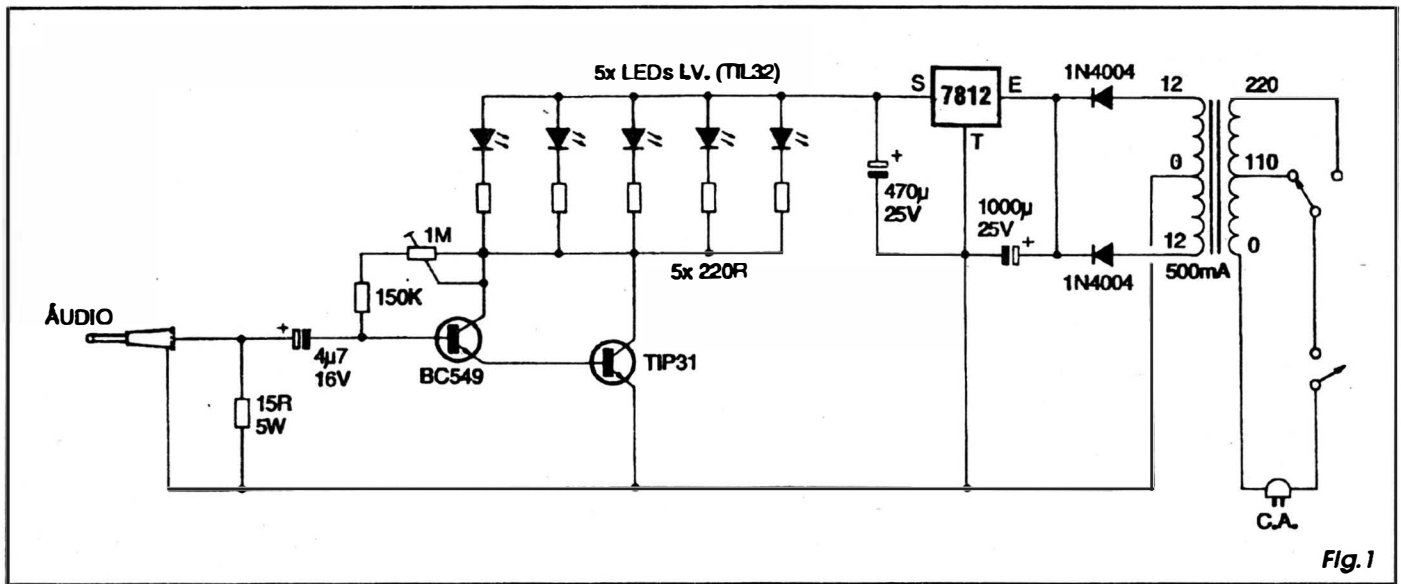

Fig.1
- FIG. 1 - DIAGRAMA ESQUEMÁTICO DO CIRCUITO (MÓDULO TRANSMISSOR) - Absoluta simplicidade em sua essência: o sinal de áudio é captado (em bom nível e baixa impedância...) diretamente da saída original para fone de ouvido do aparelho gerador (vamos manter como exemplo daqui pra frente, uma TV, combinados...?). O resistor de 15R x 5W *carrega* a saída original de som do aparelho, de modo a oferecer uma impedância simulada de alto-falante ou fones, prevenindo problemas internos ao circuito do gerador de áudio... Os sinais são então encaminhados (via capacitor de 4u7) a um elemento conjunto *Darlington* formado pelos transistores BC549 e TIP31... A polarização de tal conjunto (que mostra elevado ganho e alta potência relativa na sua saída...) é feita no sistema semi-automático, com o conjunto série, formado pelo resistor de 150K e *trim-pot* de 1M, intercalado entre o *coletor* e a *base* geral do par *Darlington*... Assim, dependendo do real nível de sinal aplicado na entrada, um ajuste no *trim-pot* permitirá eliminar distorções e calibrar o ganho geral, de modo a oferecer bons níveis de modulação de intensidade luminosa ao conjunto de 5 LEDs infra-vermelhos comuns